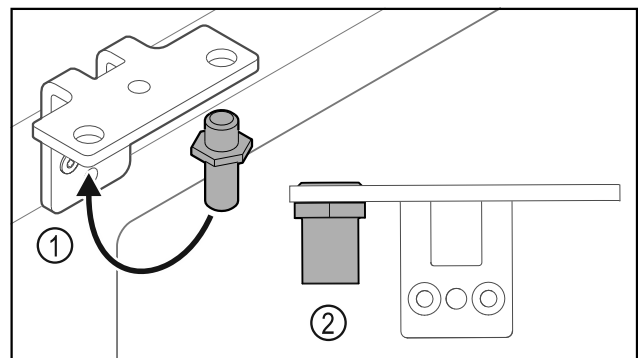

Fig. 28
- Bolzen Fig. 28 (1) im Scharnierwinkel umsetzen.
- Bolzen Fig. 28 (2) mit **Drehmoment von 12 Nm** anziehen.